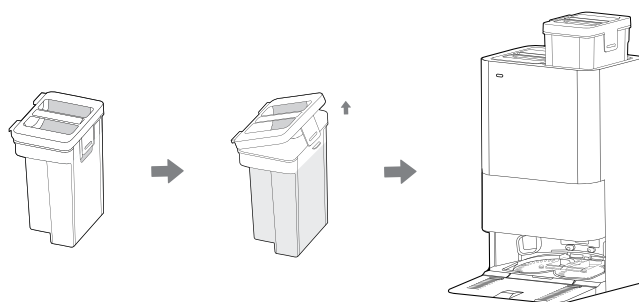

Fig. 5
10. Før start av den første rengjøringen, fjern rentvannstanken på høyre side, åpne lokket og tilsett rent vann med Hoover rengjøringsmiddel (35602971-DETHHOOV) [Fig. 5]